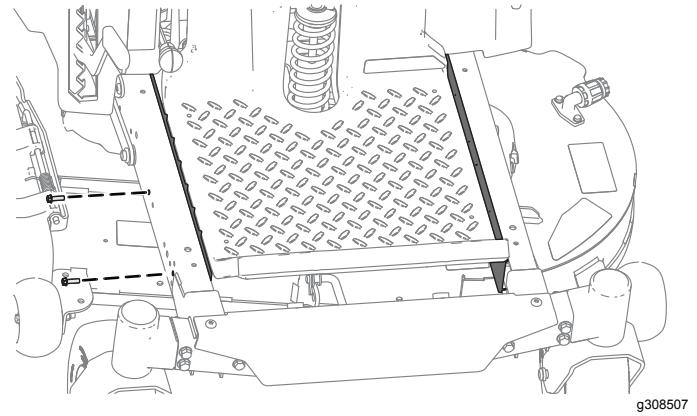

Bild 3
2. Entfernen Sie die Schutzvorrichtungen auf beiden Seiten des Rahmens (Bild 3).
2. Befestigen Sie die Schutzvorrichtung mit den in 2 Entfernen der Schutzvorrichtungen \(Seite 6\) entfernten Schrauben, wie in Bild 3 dargestellt.